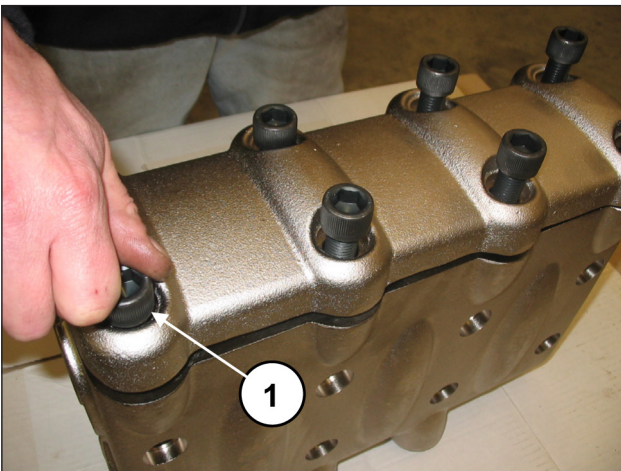
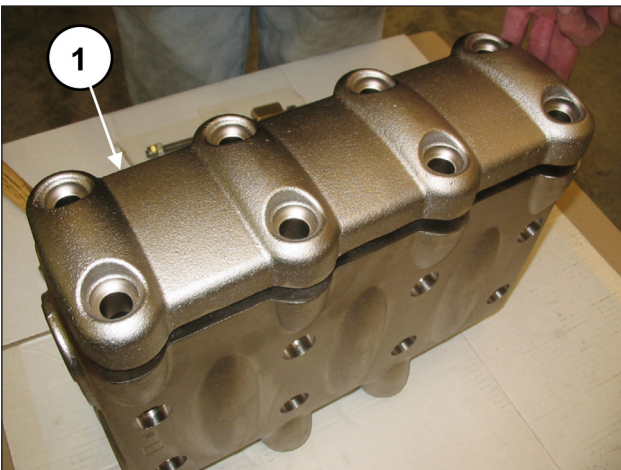

Abb. 106
Abb. 107
Entfernen Sie die 8 Schrauben M16x55 des Ventildeckels (Pos. ①, Abb. 106) und nehmen Sie den Deckel ab (Pos. ①, Abb. 107).